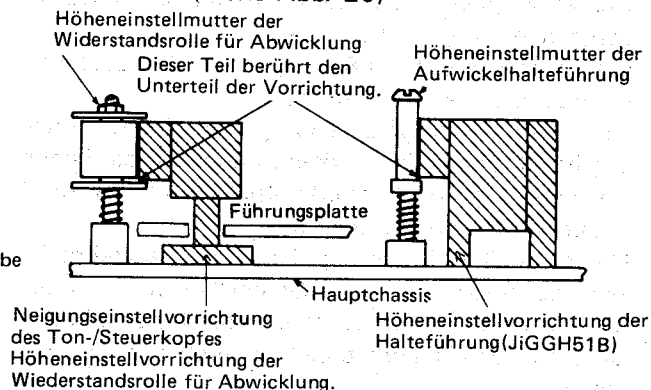
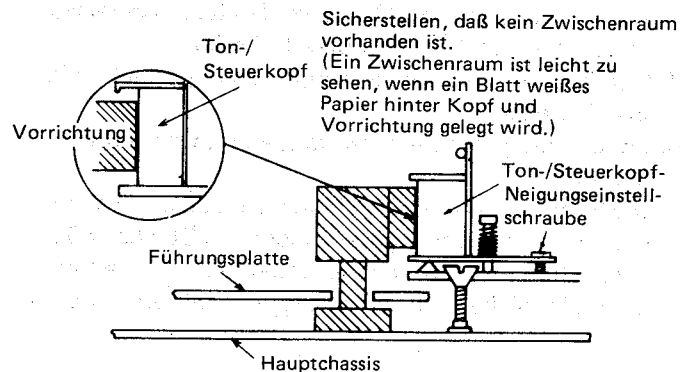
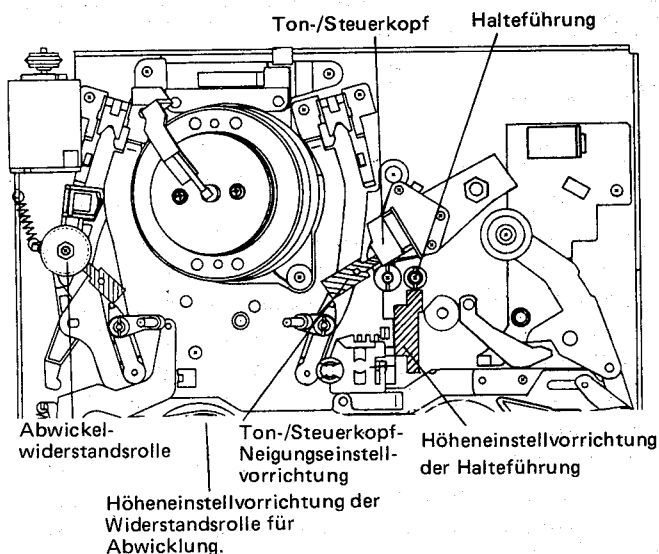

Abbildung 19
Abbildung 20.
Abbildung 21.
1. Das Gerät auf die Lade-Betriebsart einstellen. Die Abwickelwiderstandsrollen-Höheneinstellvorrichtung (die gleiche wie die Ton-/Steuerkopf-Neigungseinstellvorrichtung) gemäß Abb. 19 auf das Hauptchassis stellen. Einzelheiten sind auch aus Abb. 21 ersichtlich. Die Abwickelwiderstandsrollen-Höheneinstellmutter mit einem Steckschlüssel langsam drehen, bis die Höhe der Rolle vorschrittmäßig ist.
2. Das Gerät auf die Entlade-Betriebsart einstellen. Die Höheneinstellvorrichtung der Halteführung gemäß Abb. 20 auf das Hauptchassis stellen. Einzelheiten sind auch aus Abb. 21 ersichtlich. Die Höheneinstellmutter der Halteführung mit dem Einstellschraubenzieher (JiGDRIVERH-4) langsam drehen, bis die Höhe der Führung vorschrittmäßig ist.
3. Das Gerät auf die Entlade-Betriebsart einstellen. Die Ton-/Steuerkopf-Neigungseinstellvorrichtung gemäß Abb. 19 auf das Hauptchassis stellen. Einzelheiten sind auch aus Abb. 21 ersichtlich. Die Einstellschraube mit einem Kreuzschlitzschraubenzieher langsam drehen, bis zwischen der Vorrichtung und dem Ton-/Steuerkopf kein Zwischenraum mehr vorhanden ist. (Siehe Abb. 20)
2. Die Neigungseinstellschraube ⑥ mit einem Kreuzschlitzschraubenzieher lösen.
3. Die Schraube ⑤ (3P + 8S) mit einem Kreuzschlitzschraubenzieher abschrauben.
4. Die Ton-/Steuerkopfschraube ④ mit einem Kreuzschlitzschraubenzieher lösen; dabei auf die Feder zwischen der Ton-/Steuerkopfplatte und der Ton-/Steuerkopfschraube achten.
7. Den Ton-/Steuerkopf-Neigungswinkel gemäß Abb. 20 einstellen.
4. Den Neigungswinkel des Ton-/Steuerkopfes gemäß Abb. 20 einstellen.